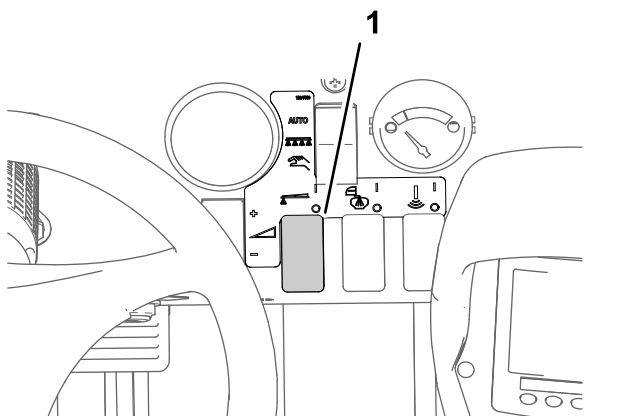

Bild 47
8. Stellen Sie mit dem Dosierungsschalter den gewünschten Sprühdruck ein, wie in der Düsenauswahlanleitung angegeben, die mit dem Sprühfahrzeug geliefert wurde (Bild 47).